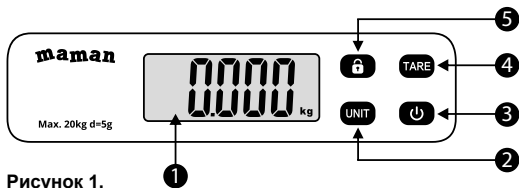

Рисунок 1.
5.2.6. Нажмите кнопку включения весов (3,рис.1). На дисплее сначала появятся все символы («Самопроверка»), после чего отобразится нулевое значение веса:
5.3.1. Нажмите кнопку включения весов (3,рис.1). На дисплее сначала появятся все символы («Самопроверка»), после чего отобразится нулевое значение веса.
5.3.3. Перед тем, как выполнить взвешивание, выберите необходимую единицу измерения, используя кнопку UNIT (2, рис.1). Для выбора доступны: килограммы (kg) и фунты (lb).
6.1.2. Нажмите кнопку включения весов (3, рис.1). Весы готовы к использованию, когда на дисплее отобразится нулевое значение веса.
6.1.5. Значение веса будет отображаться на дисплее в течение 3 минут, после чего весы отключатся автоматически. Для принудительного отключения весов нажмите кнопку (3, рис.1).
Внимание! Если ребенок активно двигается, и показания весов постоянно изменяются, можно самостоятельно активировать функцию «Стабилизация», нажав на весах кнопку  (5, рис.1).
6.1.7. Значение веса будет отображаться на дисплее в течение 3 минут, после чего весы отключатся автоматически. Для принудительного отключения весов нажмите кнопку (3, рис.1).
6.2.3. Нажмите кнопку включения весов (3, рис.1). Весы готовы к использованию, когда на дисплее отобразится нулевое значение веса.
Внимание! Если вес пеленки меньше 30 г, то показания на дисплее не изменятся. Рекомендуется все же нажать кнопку «TARE» (4, рис.1), иначе при взвешивании ребенка весы покажут его вес с учетом веса пеленки.
6.2.5. Нажмите кнопку «TARE» (4, рис.1). На дисплее отобразится надпись «TARE».
6.2.8. Значение веса будет отображаться на дисплее в течение 3 минут, после чего весы отключатся автоматически. Для принудительного отключения весов нажмите кнопку (3, рис.1).